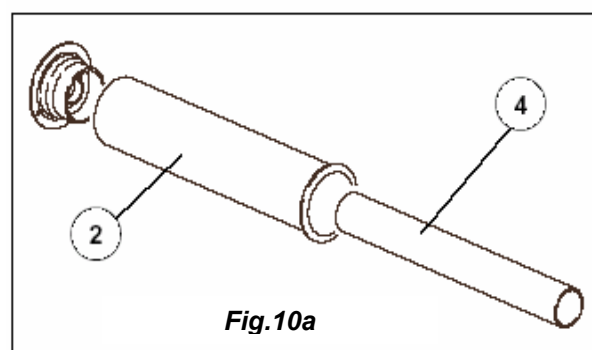

Fig.10a
3) Odată realizat orificiul se măsoară grosimea peretelui M, apoi se taie tubul de aspiratie (fig.10a punctul2) la dimensiune egală cu grosimea peretelui. Se taie după aceea și tubul de evacuare gaze de ardere (fig.10a punctul4) la dimensiunea indicată în tabel.